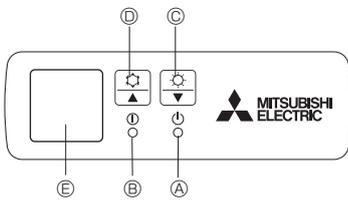
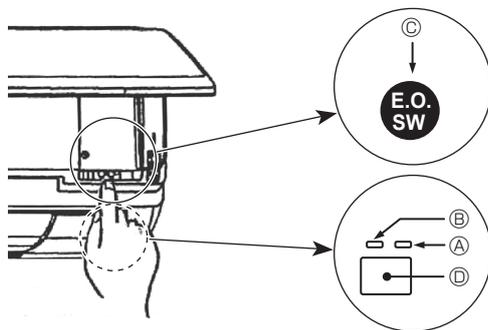

Fig. 5-1
Fig. 5-2
[Fig. 5-1] ④ Žaruljica DEFROST/STAND BY (ODLEĐIVANJE/STANJE MIROVANJA)
- ③ Žaruljica rada
- ② Gumb za rukovanje u nuždi (grijanje)
- ① Gumb za rukovanje u nuždi (hlađenje)
- ⑤ Prijemnik
- Kako biste pokrenuli hlađenje, pritisnite ❸ gumb ④ i držite ga dulje od 2 sekunde.
- Kako biste pokrenuli grijanje, pritisnite ❸ gumb ② i držite ga dulje od 2 sekunde.
- Kako biste prekinuli rad, pritisnite ❸ gumb ⑤, ili ❸ gumb ② i držite ga dulje od 2 sekunde.
[Fig. 5-2] ④ Lampica DEFROST/STAND BY (ODLEĐIVANJE/STANJE MIROVANJA) (narančasto)
- ③ Žaruljica rada (zeleno)
- ② Gumb za rukovanje u nuždi (hlađenje/grijanje)
- ① Prijemnik
- Provjerite „COOL/HEAT” (HLAĐENJE/GRIJANJE) na zaslonu za praćenje rada. (Žaruljica u narančastoj boji ④ uključuje se zajedno sa zaslonom za praćenje na 5 sekundi nakon pritiska gumba za rukovanje u nuždi.)